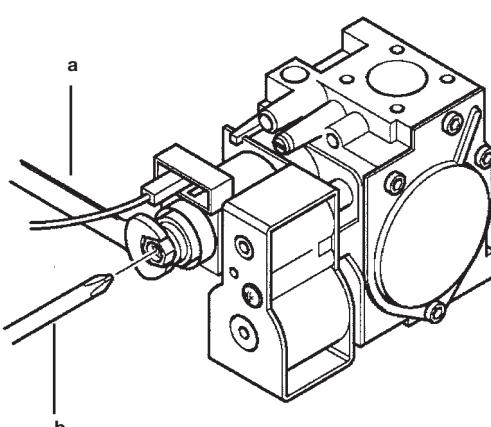

Figure 11
- régler la vis en laiton (a) selon figure 11 jusqu'à ce qu'on obtienne les valeurs de pression indiquées dans le tableau 1;
- débrancher le câble d'alimentation du modulateur et dévisser la vis rouge (b) selon figure 11 jusqu'à ce qu'on atteigne la valeur de pression correspondant à la puissance réduite (voir tableau 1);